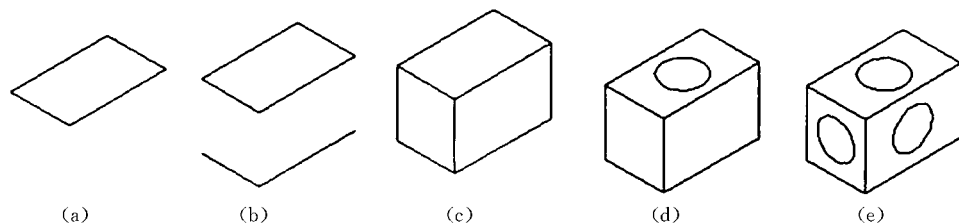

图 10.6 “草图设置”对话框
(3) 在上平面, 使用“直线”命令, 打开“正交”, 画如图 10.6(a)所示图形。
(4) 切换轴测面。按 F5 键, 切换到右平面。
(5) 进入自动编辑状态, 将其中的两条线作“移动”中“复制”操作, 结果如图 10.6(b)所示。
(6) 继续在右平面, 使用“直线”命令, 打开“对象捕捉”, 捕捉“端点”, 将端点连线, 如图 10.6(c)所示三条线。
(7) 切换轴测面。连续按 F5 键, 看命令行的提示, 切换到上平面。
(8) 画上平面的圆。使用“椭圆”命令, 命令行提示如下。
//结果如图 10.6(d)所示
(9) 切换轴测面, 连续按 F5 键, 看命令行的提示, 切换到右平面, 重复第 8 步, 画出右平面的圆。同理, 画出左平面的圆。结果如图 10.6(e)所示。